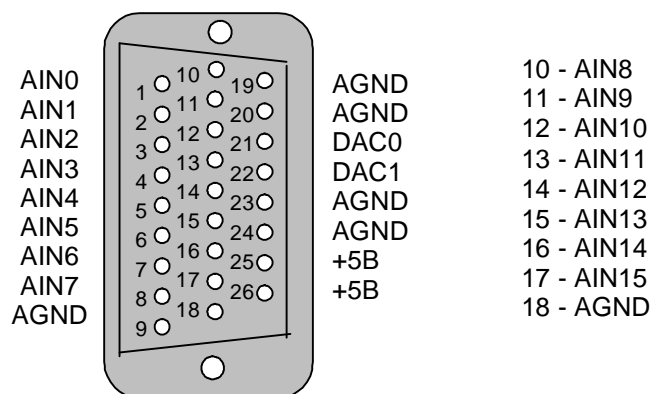

Рис. 4
**Назначение контактов разъема аналогового входа XP2 (Рис. 4) приведено в таблице 1.**